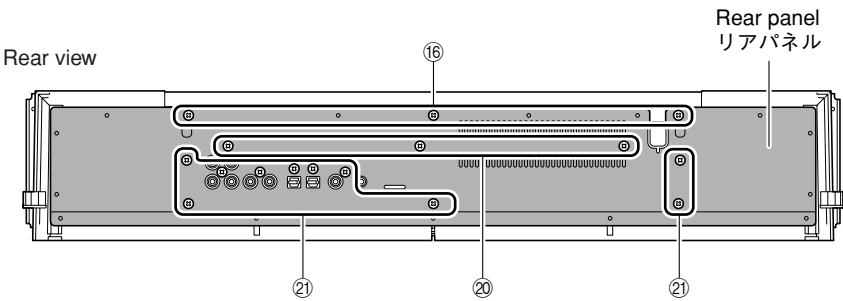

Fig. 5
- b. Remove 3 screws (16). (Fig. 5)
- b. ⑯のネジ3本を外します。(Fig. 5)
- c. Remove 3 screws (20). (Fig. 5)
- e. Remove 10 screws (21) and then remove the rear panel. (Fig. 5)
- c. 20のネジ3本を外します。(Fig.5)
- e. 21のネジ10本を外し、リアパネルを取り外します。(Fig. 5)